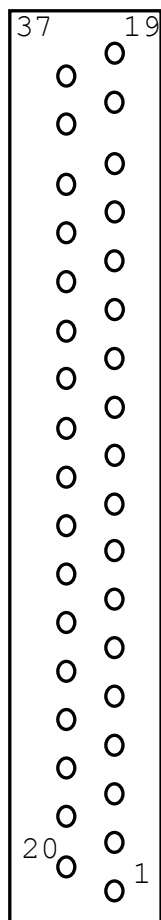

Рис.14
9.2. Для подключения пульта оператора на плате используются 37-ти контактный разъём типа CANON, рис.14. Разводка разъёма приведена в табл.10.